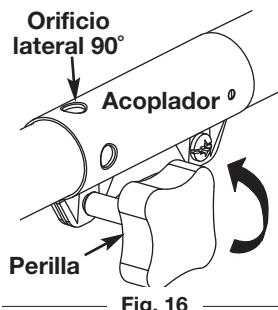
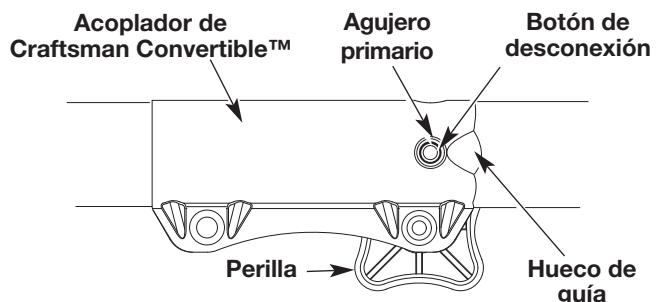

Fig. 16
Fig. 17
2. Gire la perilla en sentido antihorario para aflojarla (Fig. 16).
3. Oprima y sostenga el botón de desconexión (Fig. 17) y gírela con firmeza 90° en cualquier dirección (según el modo en que quiere recortar el borde) (Fig. 16).
**PRECAUCIÓN:** Antes de operar esta unidad, cerciórese de que el botón de liberar esté completamente trabado en el agujero primario (Fig. 16), y que la perilla (Fig. 17) esté bien apretada.
3. Mientras que firmemente sostiene el accesorio, empújelo derecho en el acoplador hasta el botón liberador (Fig. 16) se encaja a presión hacia el agujero primario (Fig. 16). El agujero primario está en el lado opuesto del acoplador de la perilla (Fig. 16). La alineación del botón de desconexión con el hueco de guía facilitará la instalación (Fig. 16).
3. Oprima y sostenga el botón de desconexión (Fig. 16).